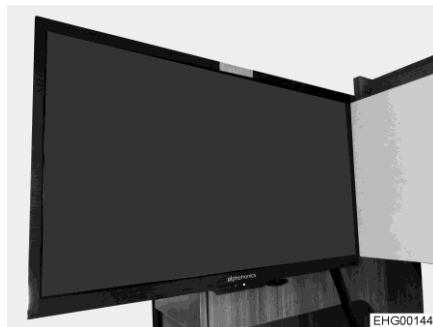

Fig. 47 Pantalla plana encima de la cama trasera
- ▷ Al plegar el colchón o el somier en la cama trasera hacia arriba puede golpearse y quedar dañada la pantalla plana (Fig. 47).